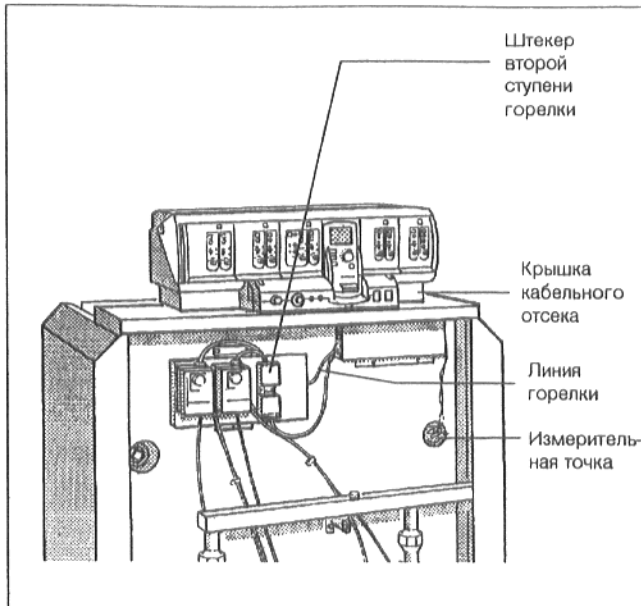

Рис. 15: Передняя сторона котла
- Отвинтить крышку кабельного отсека (Рис. 15).
- Провести капиллярные трубки датчиков температуры, а при устройстве регулирования "Ecomatic" - линию котла под передним кожухом котла вперед к измерительной точке. При этом размотку производить только на требуемую длину (Рис. 15).
- Провести линию горелки через кабельный отсек и под передним кожухом котла назад к месту подключения устройства регулирования (Рис. 15).
- При двухступенчатом исполнении удалить штекер с перемычкой и вставить на это место штекер линии второй ступени горелки (Рис. 15).